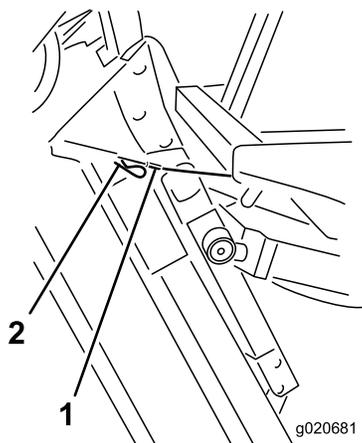

Figura 107
6. Sujetando la carcasa de corte en posición vertical, coloque el extremo del cable sobre el pasador del brazo de elevación de la carcasa y fíjelo con el pasador de horquilla (Figura 107).